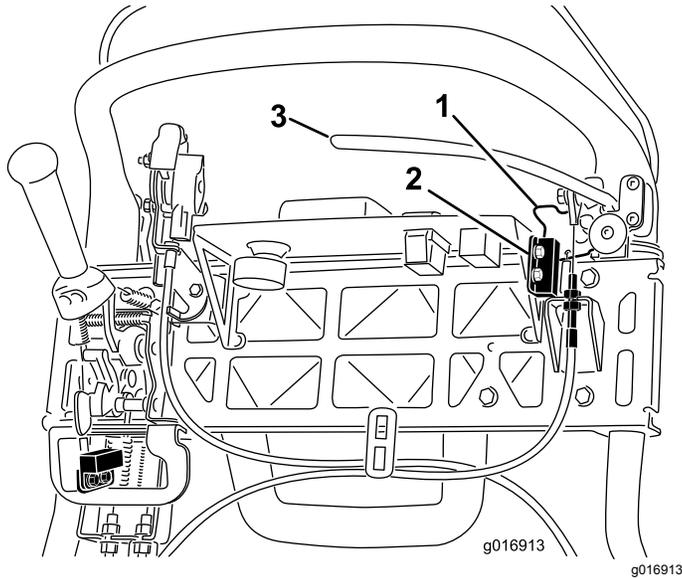

Bild 42
4. Lockern und entfernen Sie die Befestigungen des Sicherheitsschalters (**Bild 42**).
5. Legen Sie eine 1,6 mm dicke Beilagscheibe zwischen den Feststellbremsriegel und den Sicherheitsschalter (**Bild 42**).